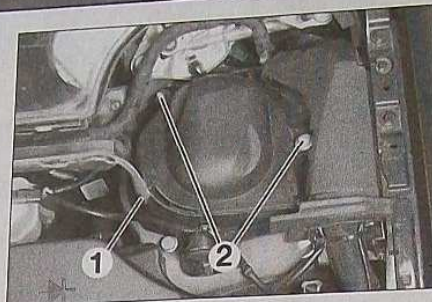
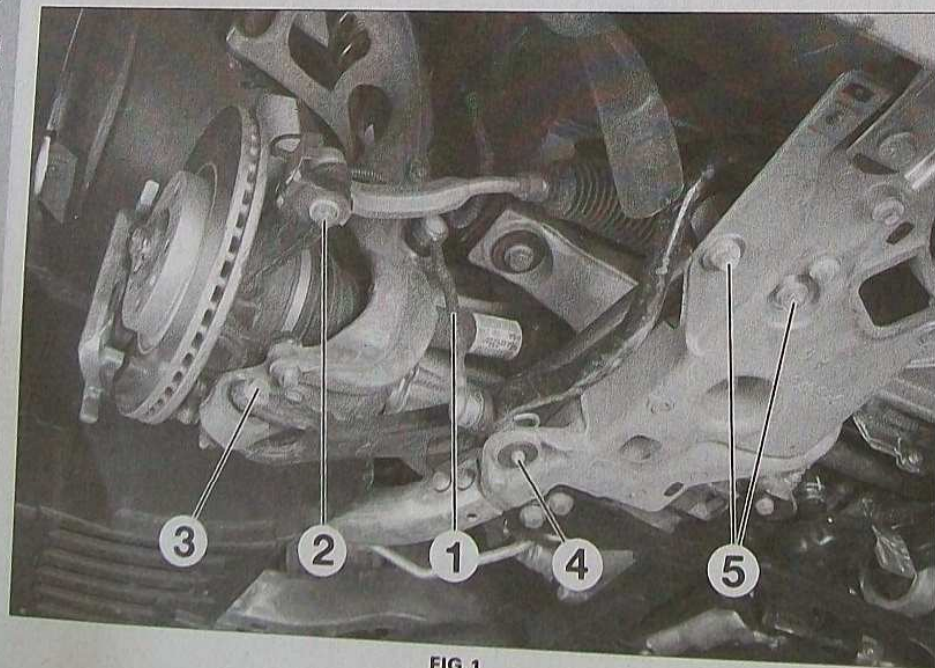

FIG.2
FIG.1
- la biellette de barre stabilisatrice (1) (Fig.1).
- l'écrou (2) de rotule de direction.
- la vis de fixation (3) du triangle inférieur.
- la vis (1) et les 2 écrous (2) du cache tête d'amortisseur (Fig.2).
- Mettre en place les fixations (2) et (3) (Fig.1) sans les bloquer.
- les deux vis (5) (Fig.1).
- la vis (4).
- la vis (3).
- l'écrou (2) (Fig.1) de rotule de direction.